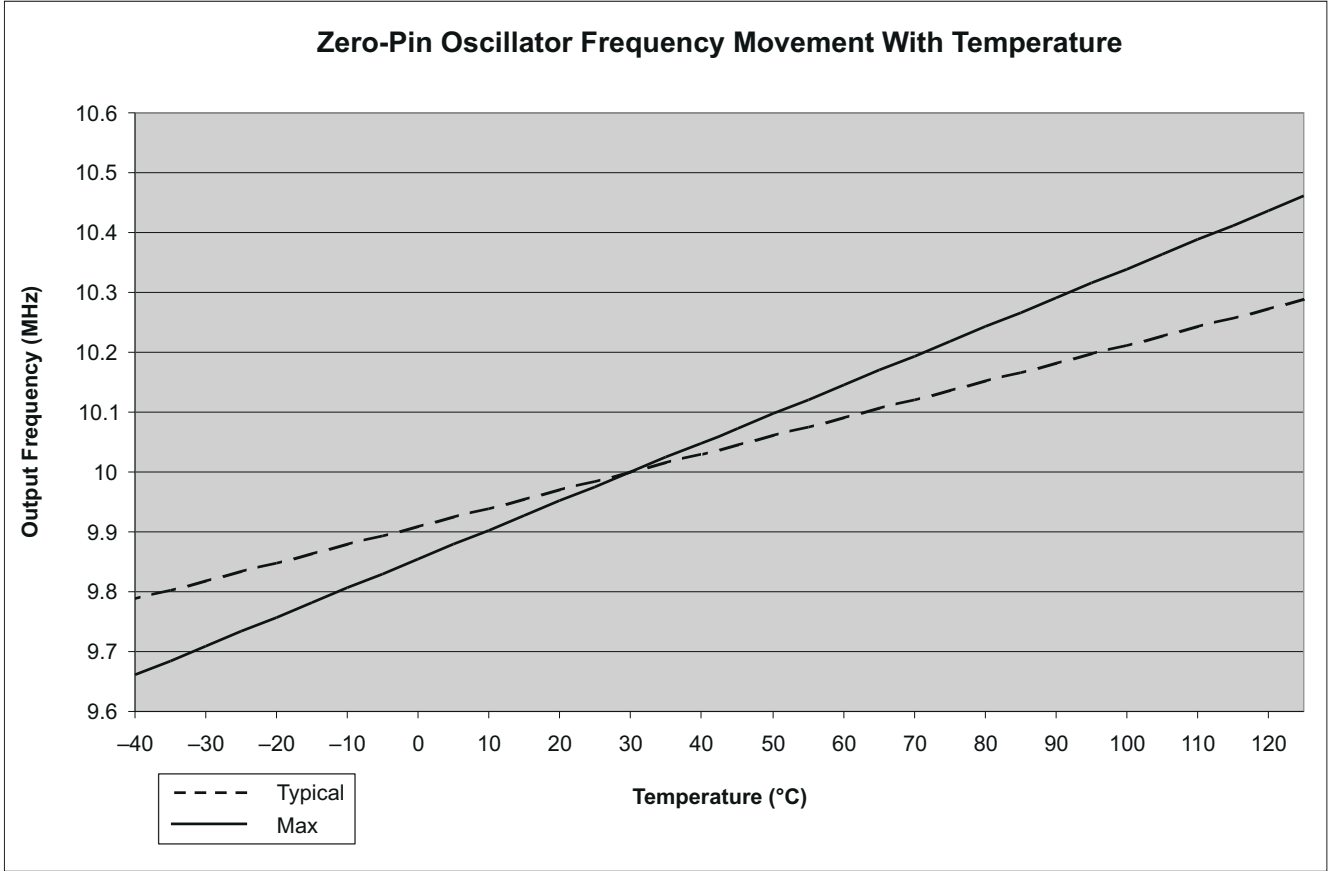

图 7-9. 随温度变化而变化的零引脚振荡器频率
- (1) 振荡器频率将随温度变化，请参阅图 7-9。要补偿振荡器温度漂移，请参阅振荡器补偿指南和 C2000Ware。
- (2) 只有当 VREG 被启用时，才能确保频率范围，VREGENZ=V_{SS}。
- (3) 内部振荡器的输出频率由温度梯度和电压 (V_{DD}) 梯度确定。例如：